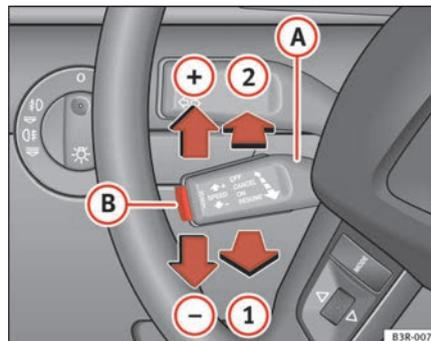

Fig. 151 Mandos del regulador de velocidad
- Tire de la palanca **A** hacia la posición ⇒ fig. 151 **1** para activar el sistema.
- Desplace la palanca **A** hacia arriba, en dirección a ⇒ página 189, fig. 151 **+**.
- Desplace la palanca **A** hacia abajo, en dirección a ⇒ página 189, fig. 151 **-**.
- Cada vez que pulse brevemente la palanca **A** hacia arriba, en dirección a ⇒ página 189, fig. 151 **+**, la velocidad programada aumentará en unos 2 km/h.
- Cada vez que pulse brevemente la palanca **A** hacia abajo, en dirección ⇒ página 189, fig. 151 **-**, la velocidad programada disminuirá en unos 2 km/h.
Si al desconectar provisionalmente el dispositivo no había ninguna velocidad programada, se podrá programar, como sigue, una nueva velocidad: Conduzca a la velocidad deseada y pulse entonces brevemente la tecla ⇒ página 189, fig. 151 (B) (SET).
- Desplace la palanca (A) ⇒ página 189, fig. 151 a la posición (2) (encastrada).